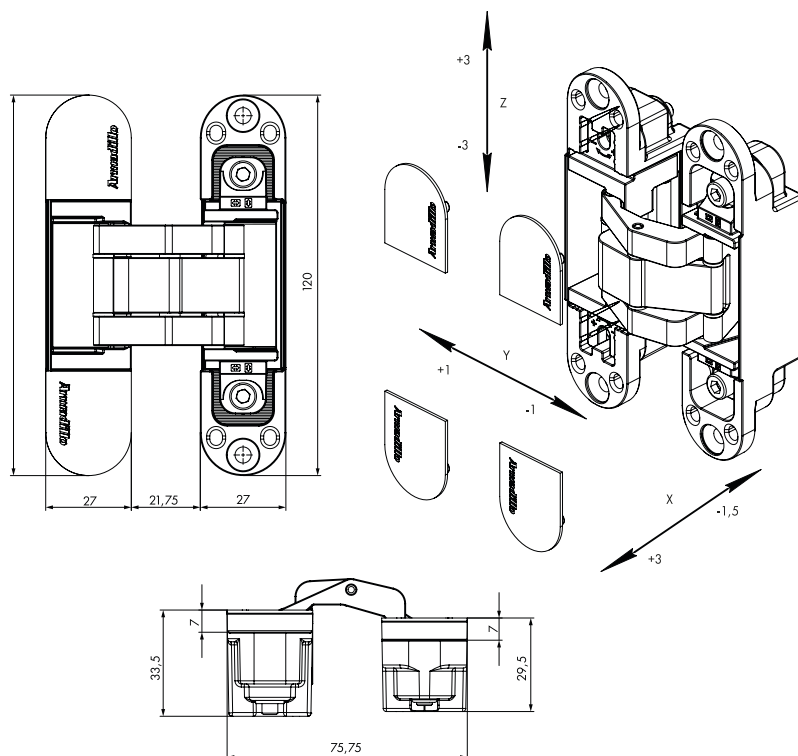

Рисунок 1 – Габаритные размеры петли.
- Габаритные размеры в открытом положении петли (рис. 1):
- Вертикальная регулировка (Z): ± 3 мм
- Горизонтальная регулировка (X): $-1,5 + 3$ мм
- Регулировка по глубине (Y): ± 1 мм